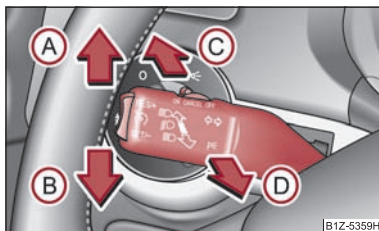

Abb. 43 Der Blinklicht- und Fernlichthebel
- Drücken Sie den Hebel nach oben (A) bzw. nach unten (B) ➡ Abb. 43 (B).